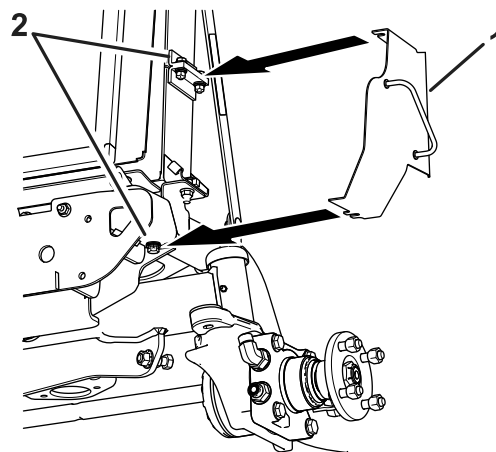

Figura 7
12. Desaperte os parafusos no lado do radiador (Figura 7).
13. Deslize o suporte do resguardo do refrigerador sob as cabeças dos parafusos no radiador e suporte do para-choques (Figura 7).